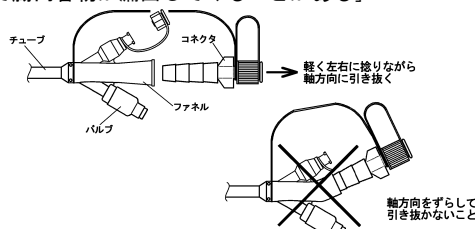

図1) ファネルとコネクタの取り外し方法
- 1) ファネルよりコネクタを取り外す際は、ファネル及びコネクタをしっかりと持ち、ファネル内のコネクタを軽く左右に捻りながらチューブ軸方向に対して真っ直ぐにかつ丁寧に引き抜くこと。[チューブやバルブを掴んで無理に引き抜いたり、コネクタを軸方向よりずらして引き抜くと、カテーテルやファネル破損の原因となる] (図1参照)